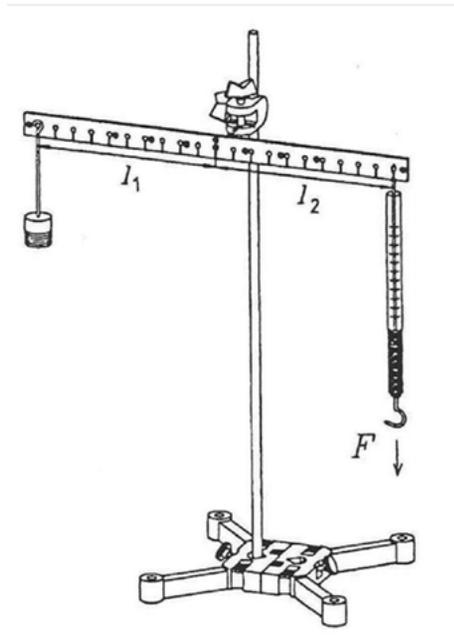

Figura 12.4 Montaje para equilibrio de rotación de un cuerpo rígido
1. Realice el montaje como lo indica la figura 12.4. Cuelgue una pesa con una masa entre 100 y 200 g, en una de las marcas de la regla. Cuelgue el dinamómetro en otra de las marcas de tal forma que la viga esté horizontal. Lea el valor que marca el dinamómetro y súmemele el peso del mismo, anótelo en la tabla 12.2 de la cartilla.